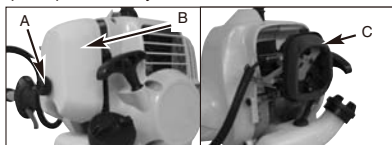

Рисунок 16
1. Отвинтите барашковый винт (A), удерживающий крышку фильтра на месте, затем снимите крышку (B) и извлеките фильтр (C) из воздушной камеры (рис. 16).